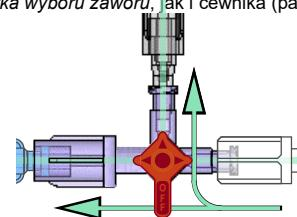

Rysunek 4 – Kurek wyboru zaworu DyeVert
- a. W zależności od rozmiaru cewnika używanego podczas procedury i zgodnego z przepływem płynu widocznym na Rysunku 1 skieruj kurek wyboru zaworu analogicznie na pozycję „4F & 5F” lub „6F & 7F” (patrz Rysunek 4).